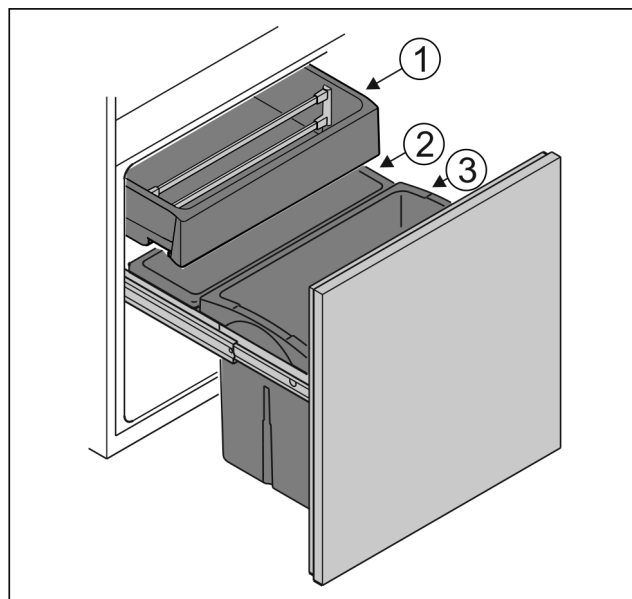

Fig. 6
- ▶ Nádobu Fig. 6 (1): Skladujte nezabalenú zeleninu a tropické ovocie.
- ▶ Nádobu Fig. 6 (2): Skladujte nezabalené malé druhy ovocia a zeleniny.
- ▶ Nádobu Fig. 6 (3): Skladujte jednotlivé fľaše.